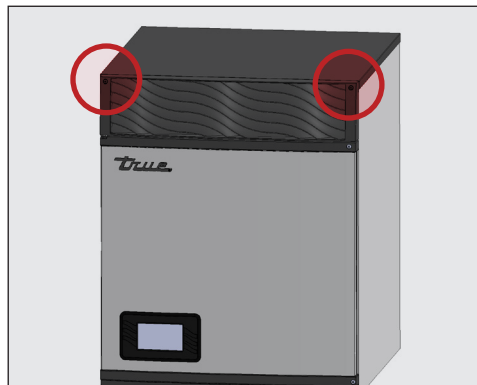

Рис. 3. Местонахождение винтов крепления передней решетки фильтра.
**ИСКЛЮЧЕНИЕ!** В моделях ТСИМ-622 и более крупных снимается передняя защитная решетка фильтра. См. рис. 3.